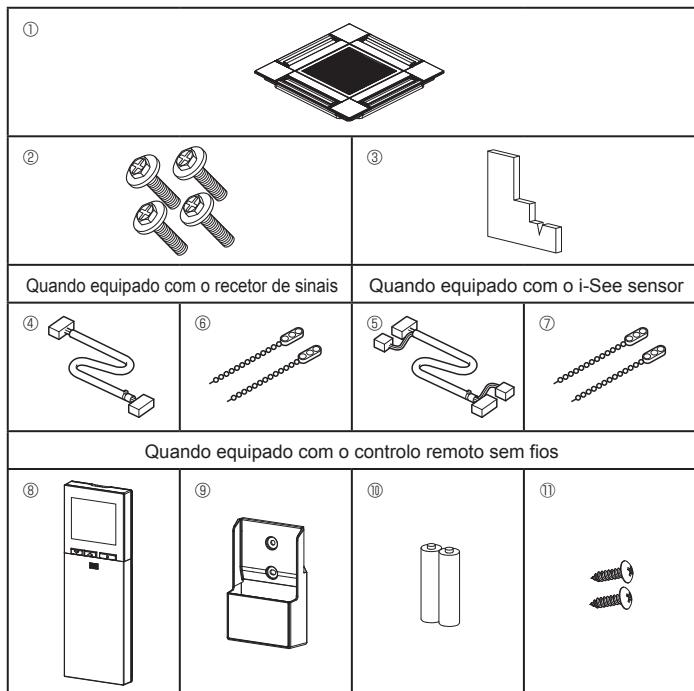

Fig. 5-1
5.1. Verificação dos acessórios da grelha (Fig. 5-1)